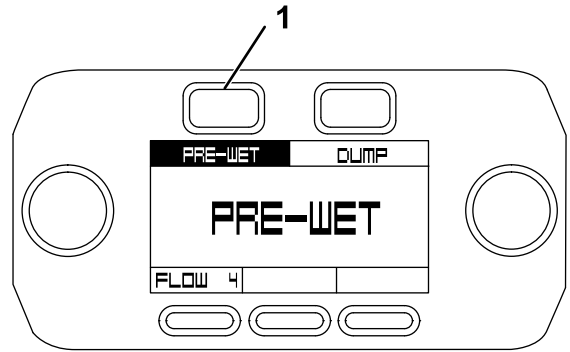

Figura 42
3. En la pantalla de prehumectación, pulse el botón Pre-Wet (Figura 42).